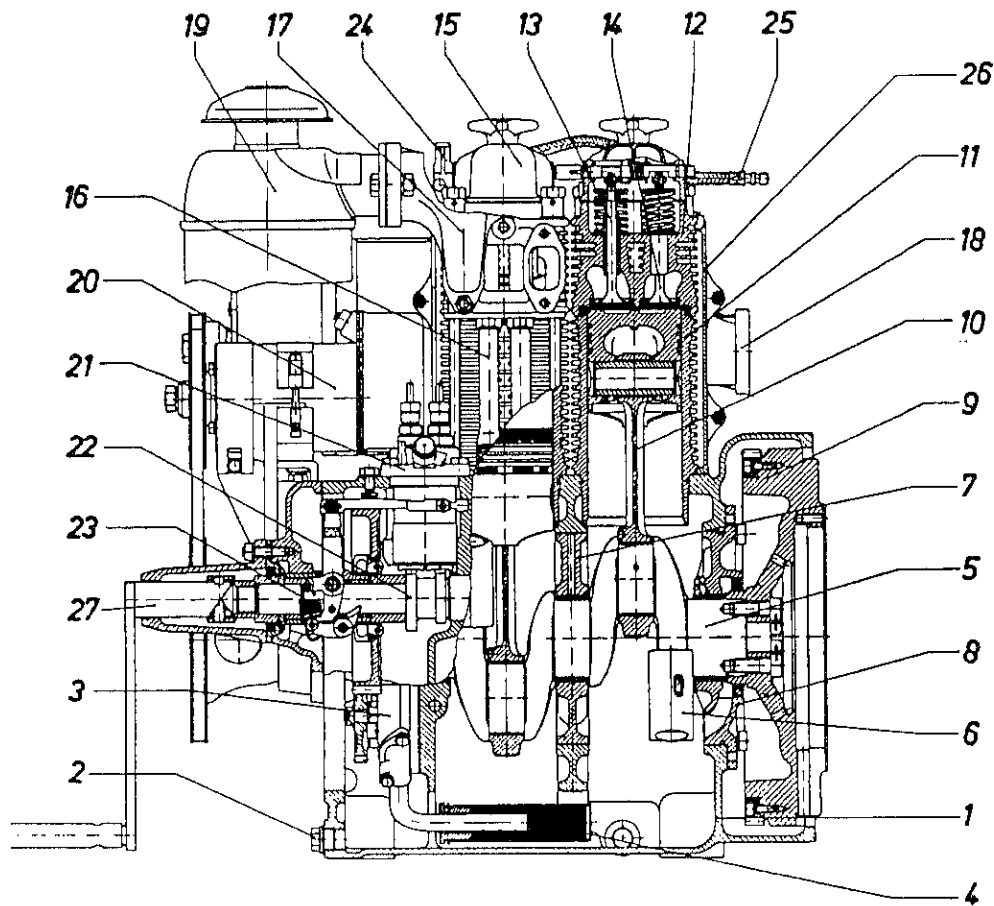
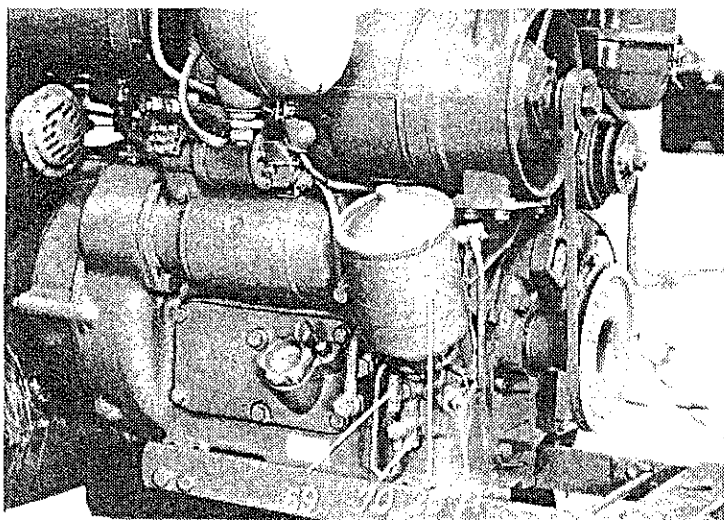
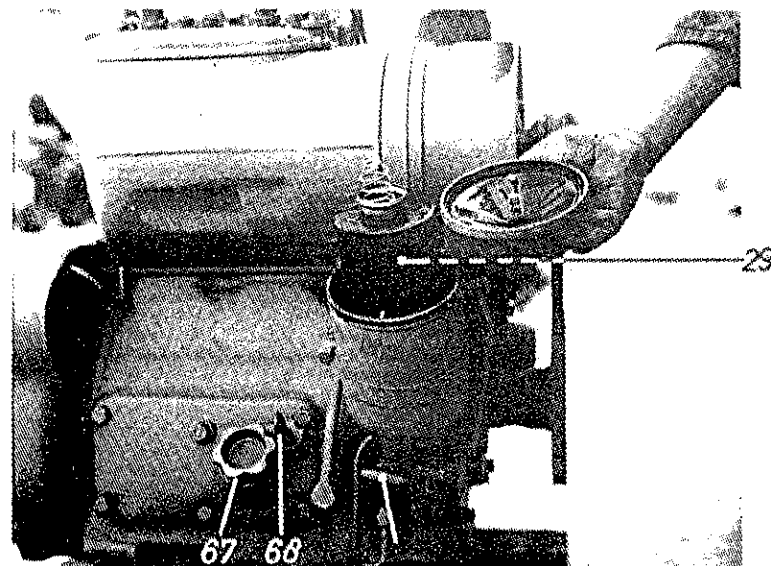

Abb. 10
Abb. 14
Abb. 15
a) Ölablaßschraube (2) (Abb. 10) öffnen. b) Ölablaßschraube () am Nebenstromölfilter (28) (Abb. 14) öffnen. c) Öleinfüllschraube (67) (Abb. 15) öffnen und ca. 4, 5 Ltr. HD-Öl, Ölviscosität je nach Außentemperatur, einfüllen (nur bis zur oberen Marke des Peilstabes). d) Verschlußdeckel () des Nebenstromölfilters (28) öffnen und ca. 1 Ltr. HD-Öl - Ölviscosität wie unter Ziffer c) - einfüllen und Verschlußdeckel wieder schließen. (Achtung! Dichtung muß einwandfrei sitzen). Beachten Sie, daß sich ein neues Filter nur langsam mit Öl vollsaugt.